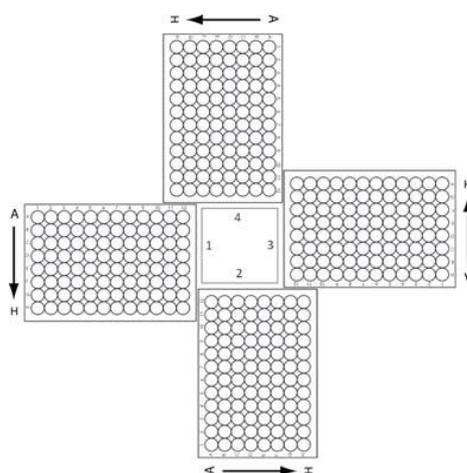

図 13 Agilent Labware MiniHub プレートの向き。Thermo Scientific リザーバーのときには、切り欠きのある角が MiniHub の中央に向くように置きます。
1. 図 13 に示すプレートの向きを参考に、表 33 にしたがって Labware MiniHub に試薬をセットします。必ず A1 の位置が下図に指定された向きでセットするように注意してください。この向きを間違えると、実験はたたく行われません。正しい位置に正しい向きで指定されたプレートを置くように十分に注意してください。また nuclease-free 水と 70%エタノールを入れたリザーバーには、切り欠きがあります。必ず切り欠きが MiniHub の内側を向くようにセットしてください。切り欠きを MiniHub の外側に向けてセットしてしまうと、リザーバーの位置がずれ、BenchCel がリザーバーを運べなくなるトラブルが発生する危険性があります。
8. 図 13 に示すプレートの向きを参考に、表 38 にしたがって Labware MiniHub に試薬をセットします。